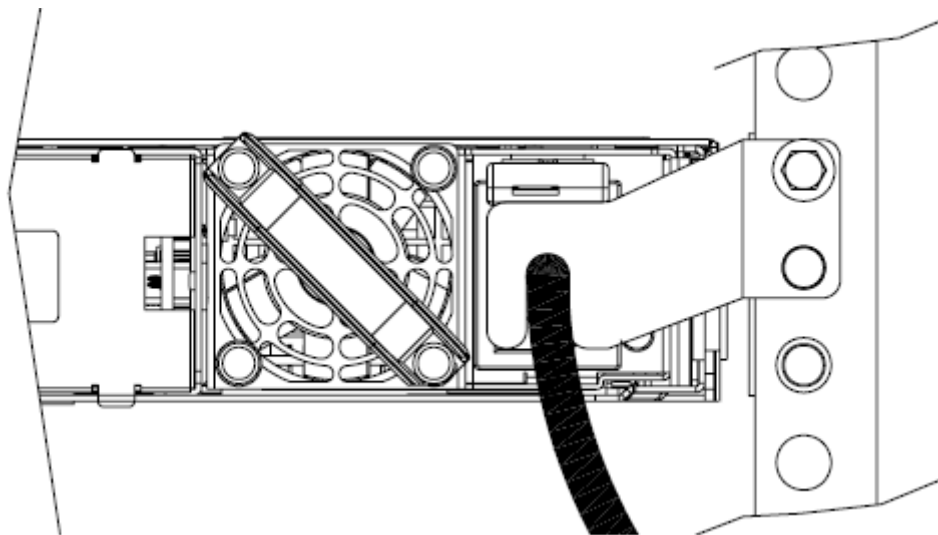

図 34. オプション B のケーブル保持ブラケットが取り付けられている SAN ボリューム・コントローラー 2145-8G4
2. 図 34 に示されるように、キャビネット背面で、電源機構の隣にあるノードのサイド・レールから固定ボルトを取り外します。